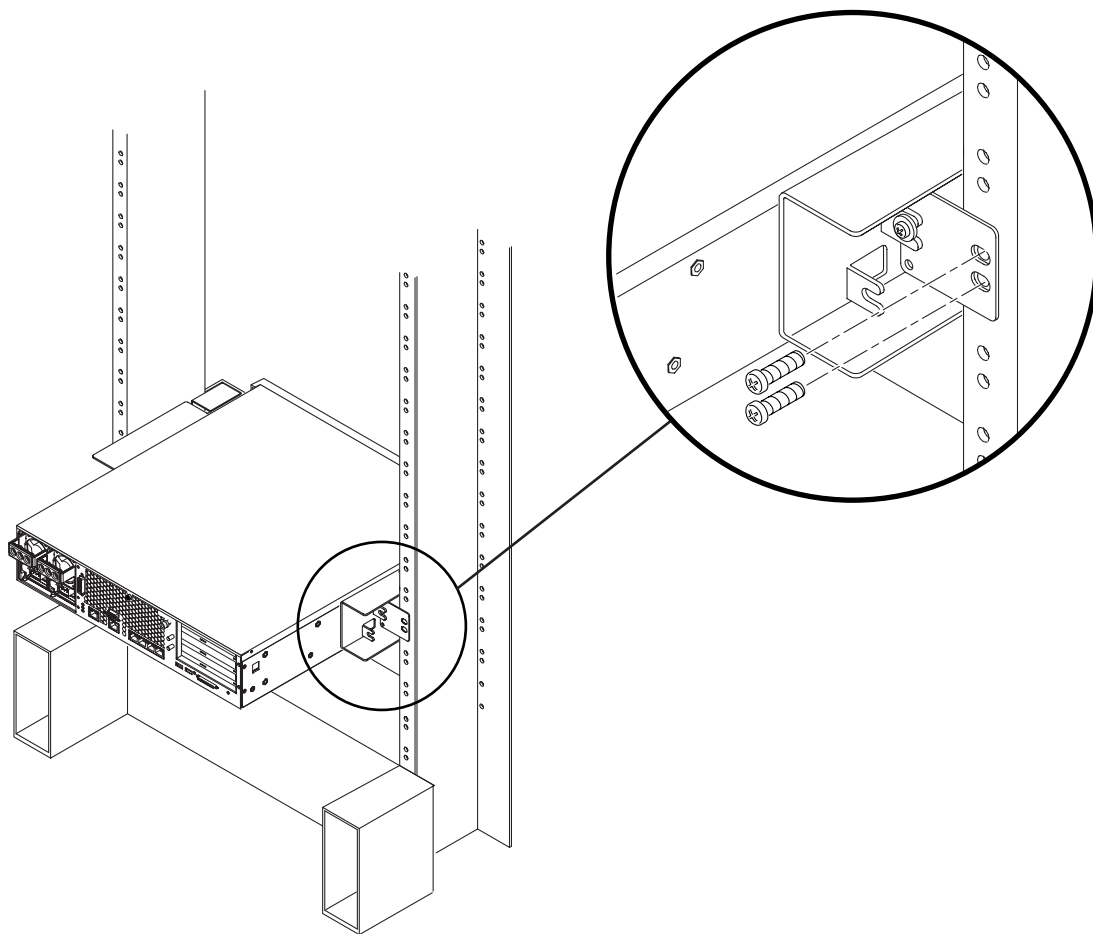

図 3-29 側面固定部品への背面プレートの固定
d. 2本のねじを使用して、背面プレートのもう一方の端をポストの背面に固定します (図 3-29 を参照)。